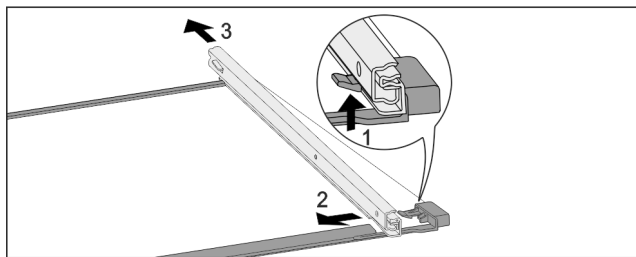

Fig. 194 带轨道的玻璃隔板
- ▶ 向上按前端的锁定钩。 Fig. 194 (1)
- ▶ 将牵伸轨推向一侧 Fig. 194 (2)，然后向后 Fig. 194 (3) 推。